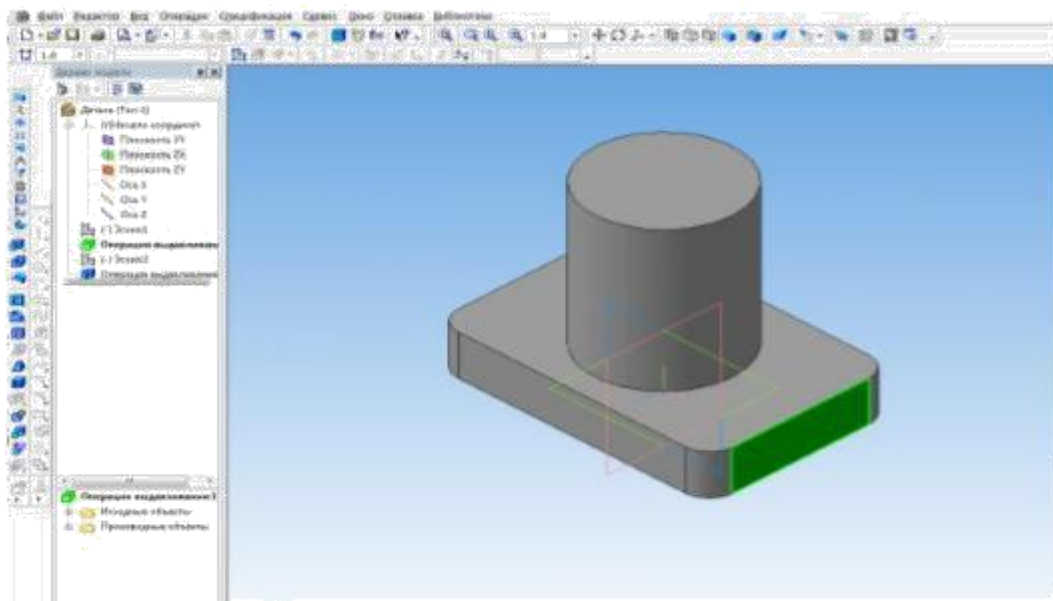

Рис. 7. Активация объекта
8. Активировать правую вертикальную стенку основания, щелкнув по ней левой кнопкой мыши (рис. 7).